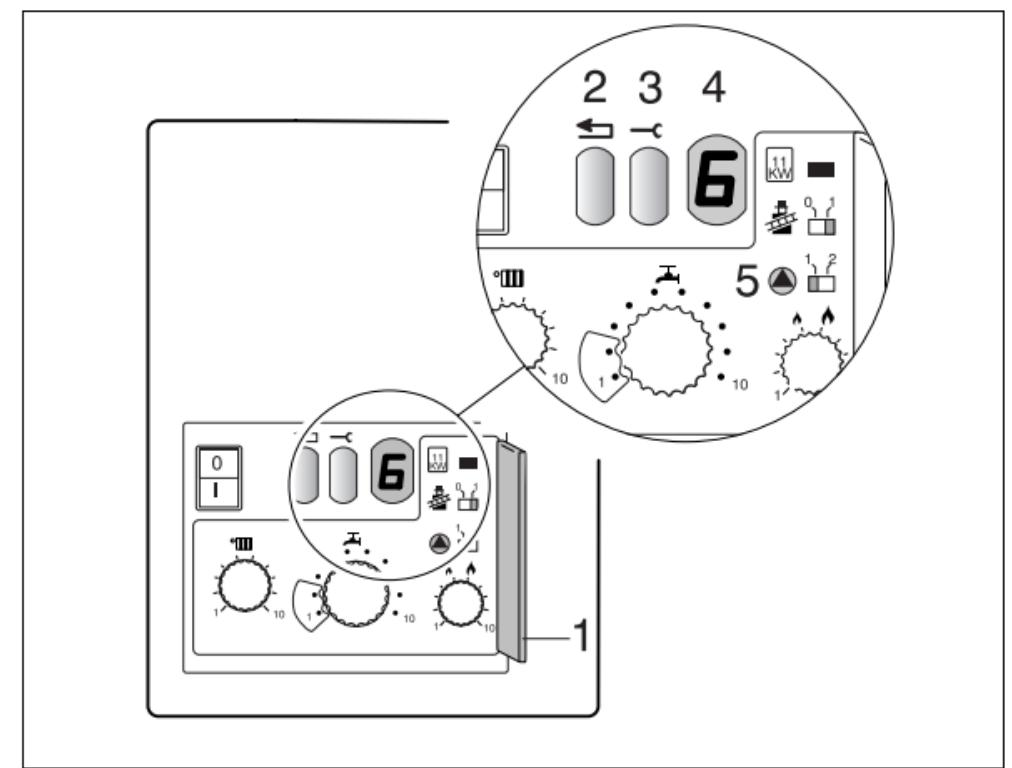

Fig. 2 Livello di regolazione, indicazioni delle condizione operative e dei disservizi
- Aprire la copertura del secondo livello di regolazione (fig. 2, pos. 1).
- Posizionare  l'interruttore su "2" (temporizzazione della pompa 24 h) (fig. 2, pos. 5).
Le condizioni operative, oppure eventuali disservizi, vengono visualizzati sul display (fig. 2, pos. 4).
Il secondo simbolo compare dopo aver premuto il tasto "service" (fig. 2, pos. 3).